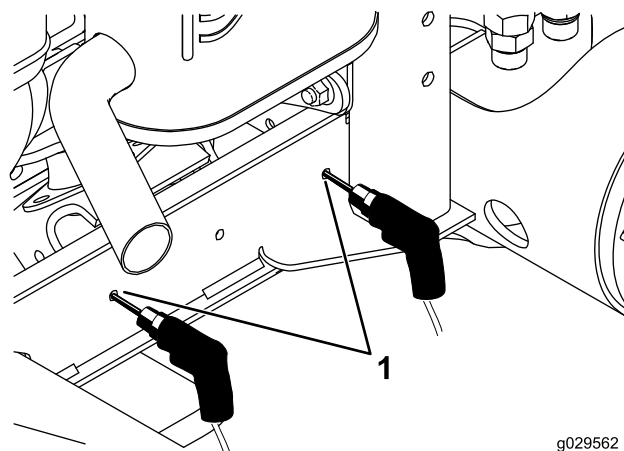

Рисунок 5
6. Выверните болт и снимите гайку, с помощью которых хомут и узел крепления крыла присоединяются к раме (Рисунок 5).
7. Просверлите 2 отверстия (диаметром 0,281 дюйма) в швеллере рамы (Рисунок 5) в местах, отмеченных при выполнении пункта 5.